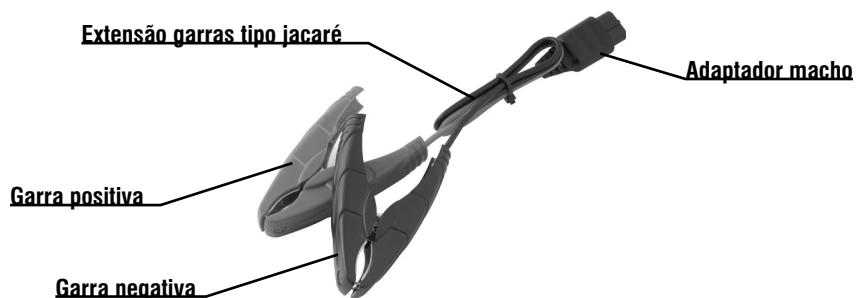

Fig. 4 – Extensão para carregamento de baterias de automóveis
1 - Conecte a extensão garras tipo jacaré, conforme Fig. 4;
- 1 - Conecte a extensão garras tipo jacaré, conforme Fig. 4;